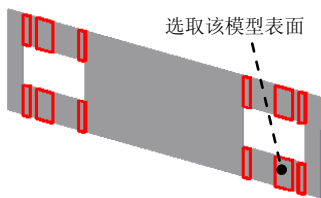

图 8.11.19 定义折弯面
(2) 选取折弯。在系统 **单击要修改的折弯。** 的提示下, 在命令条 **选择:** 的下拉列表中选择 **所有折弯** 选项, 选取图 8.11.19 所示的折弯面, 单击鼠标右键 (两次)。